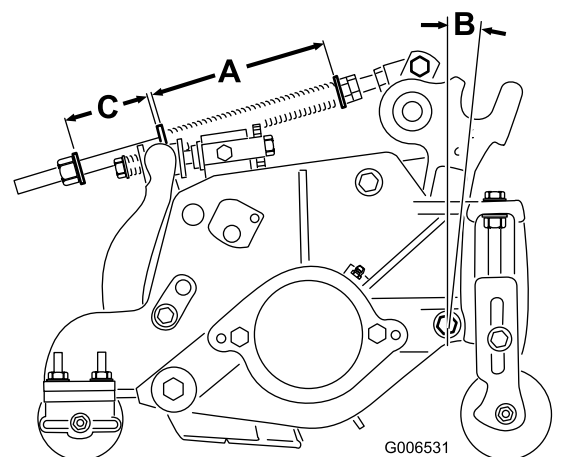

Figure 20
Le ressort de compensation (Figure 20) transfère aussi le poids du rouleau avant au rouleau arrière. Cela évite la formation de « vagues » à la surface du gazon.
1. Serrez le contre-écrou à l'arrière de la tige de ressort jusqu'à obtention d'un écartement (C) de 51 mm entre l'arrière du support du ressort et l'avant de la rondelle (Figure 20).
2. Serrez les écrous hexagonaux à l'extrémité avant de la tige de ressort jusqu'à ce que la longueur du ressort comprimé (A) soit égale à 159 mm (Figure 20).
Remarque: Lorsque vous tondez une surface gazonnée ondulée, augmentez la longueur du ressort comprimé (A) ainsi que la largeur de l'écartement (C) à 13 mm (Figure 20).